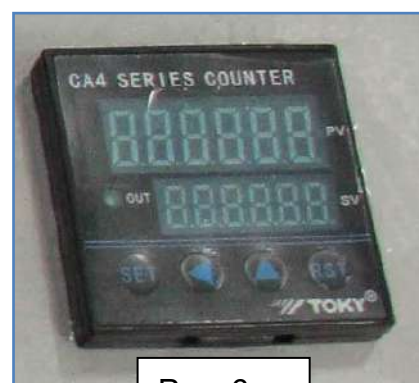

Рис. 6
См. Рис. 6.
- (1) Снять переднюю панель для доступа к резервуару.
- (2) Тщательно очистить и удалить посторонний материал, который может попасть в резервуар во время транспортировки.
- (3) Заполнить резервуар выбранной СОЖ и установить переднюю панель на место.
- (4) Отрегулировать клапаны на шлангах СОЖ, чтобы контролировать поток СОЖ (Рис. 6). Давление СОЖ не должно быть слишком высоким, чтобы не допустить разбрызгивания.
- (5) Перед началом резки необходимо включить насос подачи СОЖ.
(6) Уровень СОЖ надлежит регулярно проверять, чтобы система работала должным образом, масло должно находиться выше середины указателя, рекомендуется не менее 2/3 указателя. Примечание: Работа насоса подачи СОЖ без СОЖ не допускается, иначе насос будет поврежден. В случае замерзания СОЖ работа запрещена. Необходимо разморозить СОЖ во избежание повреждения насоса.